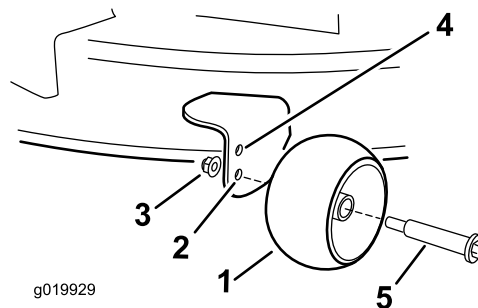

Figure 26
- Trou supérieur – utilisez cette position pour les hauteurs de coupe du tablier jusqu'à 63 mm (2½ po) (Figure 26).
- Trou inférieur – utilisez cette position pour les hauteurs de coupe du tablier à partir de 76 mm (3 po) (Figure 26).